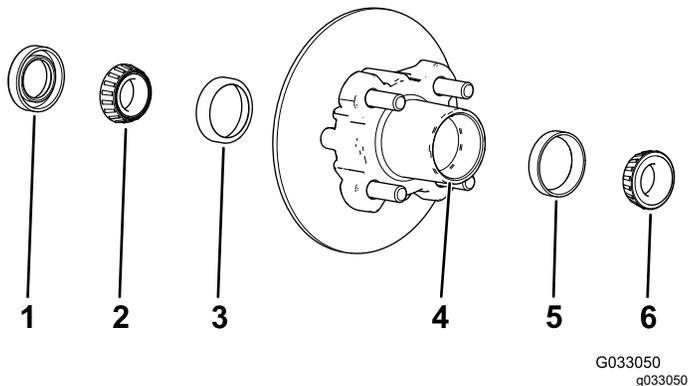

図 35
1. ハブから外側のベアリングとベアリングレースを取る 図 35。
2. ハブから、シール、内側のベアリングを外す 図 35。
5. ハブについているグリス、ごみなどをきれいに取り除く 図 35。
7. キャビティの50-80 %程度にグリスを詰める 図 35。
8. ハブの内側に内側ベアリングを取り付け、シールをはめる 図 35。